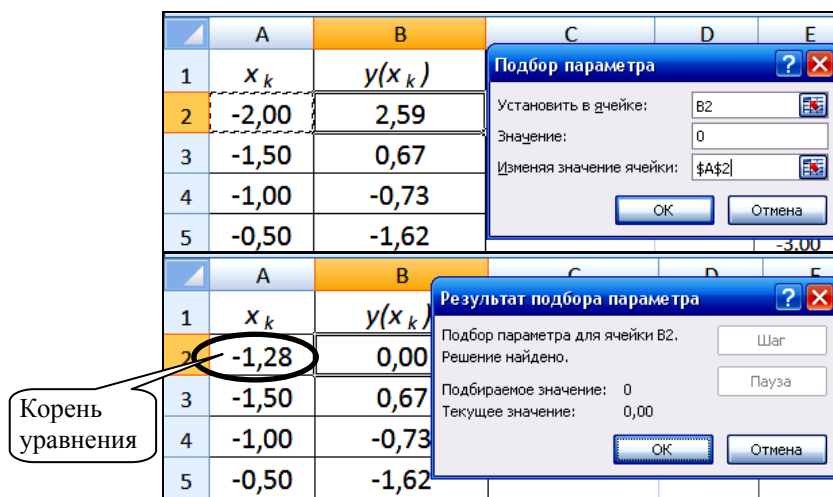

Рис. 8.9. Нахождение корня уравнения средством *Подбор параметра*
4. В открывшемся окне *Подбор параметра* в поле *Установить в ячейке* ввести ссылку на ячейку, содержащую необходимую формулу (B2), ввести нужное значение в поле *Значение* (в данном случае вводим 0, так как  $y(x) = 0$ ). В поле *Изменяя значение ячейки* ввести ссылку на ячейку (A2), значение которой нужно подобрать (рис. 8.9).